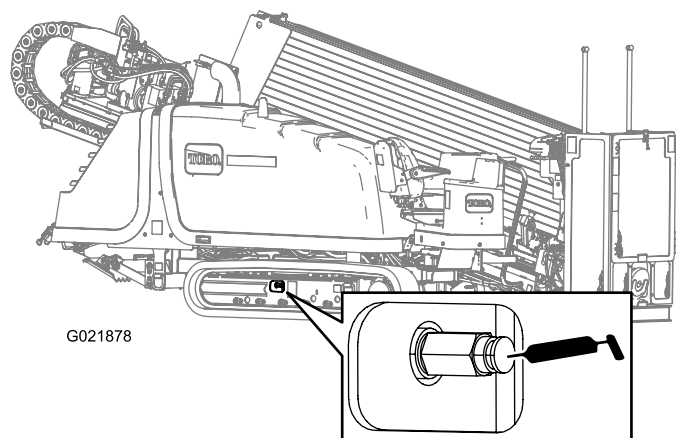

Рисунок 137
2. Удалите грязь и мусор вокруг клапана консистентной смазки для натяжения гусениц (Рисунок 137).
4. Заправьте консистентную смазку в масленку, пока натяжение не достигнет 22,063 кПа (3200 фунтов на кв. дюйм [220,63 бар]), как показано на Рисунок 137.
4. Поверните клапан консистентной смазки для натяжения гусеницы в направлении против часовой стрелки **не более чем на 1 оборот** (Рисунок 137).